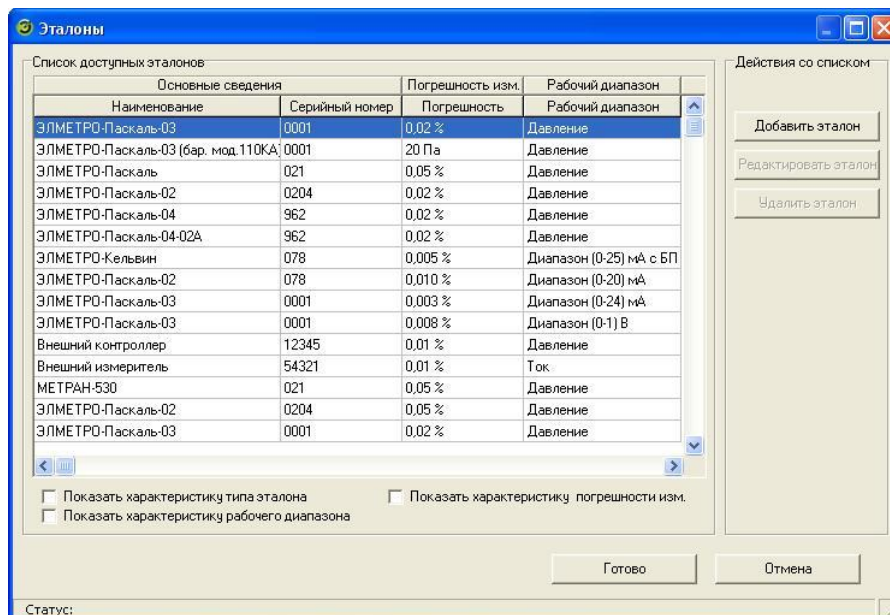

Рисунок 3.5.6 – Диалог выбора эталона
- «Выбрать эталон». Кнопка предназначена для добавления эталона в процесс поверки. При нажатии на неё выводится диалог выбора эталона (рисунок 3.5.6).